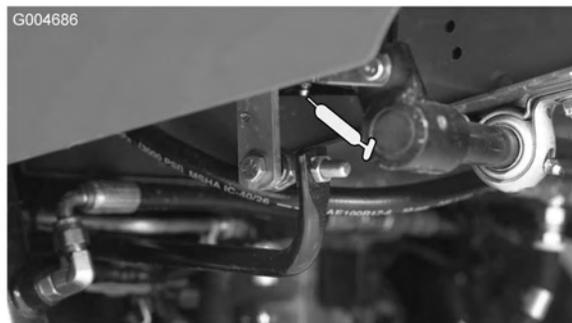

Figura 35
- Casquillo del pivote del pedal de tracción (1) (Figura 35)